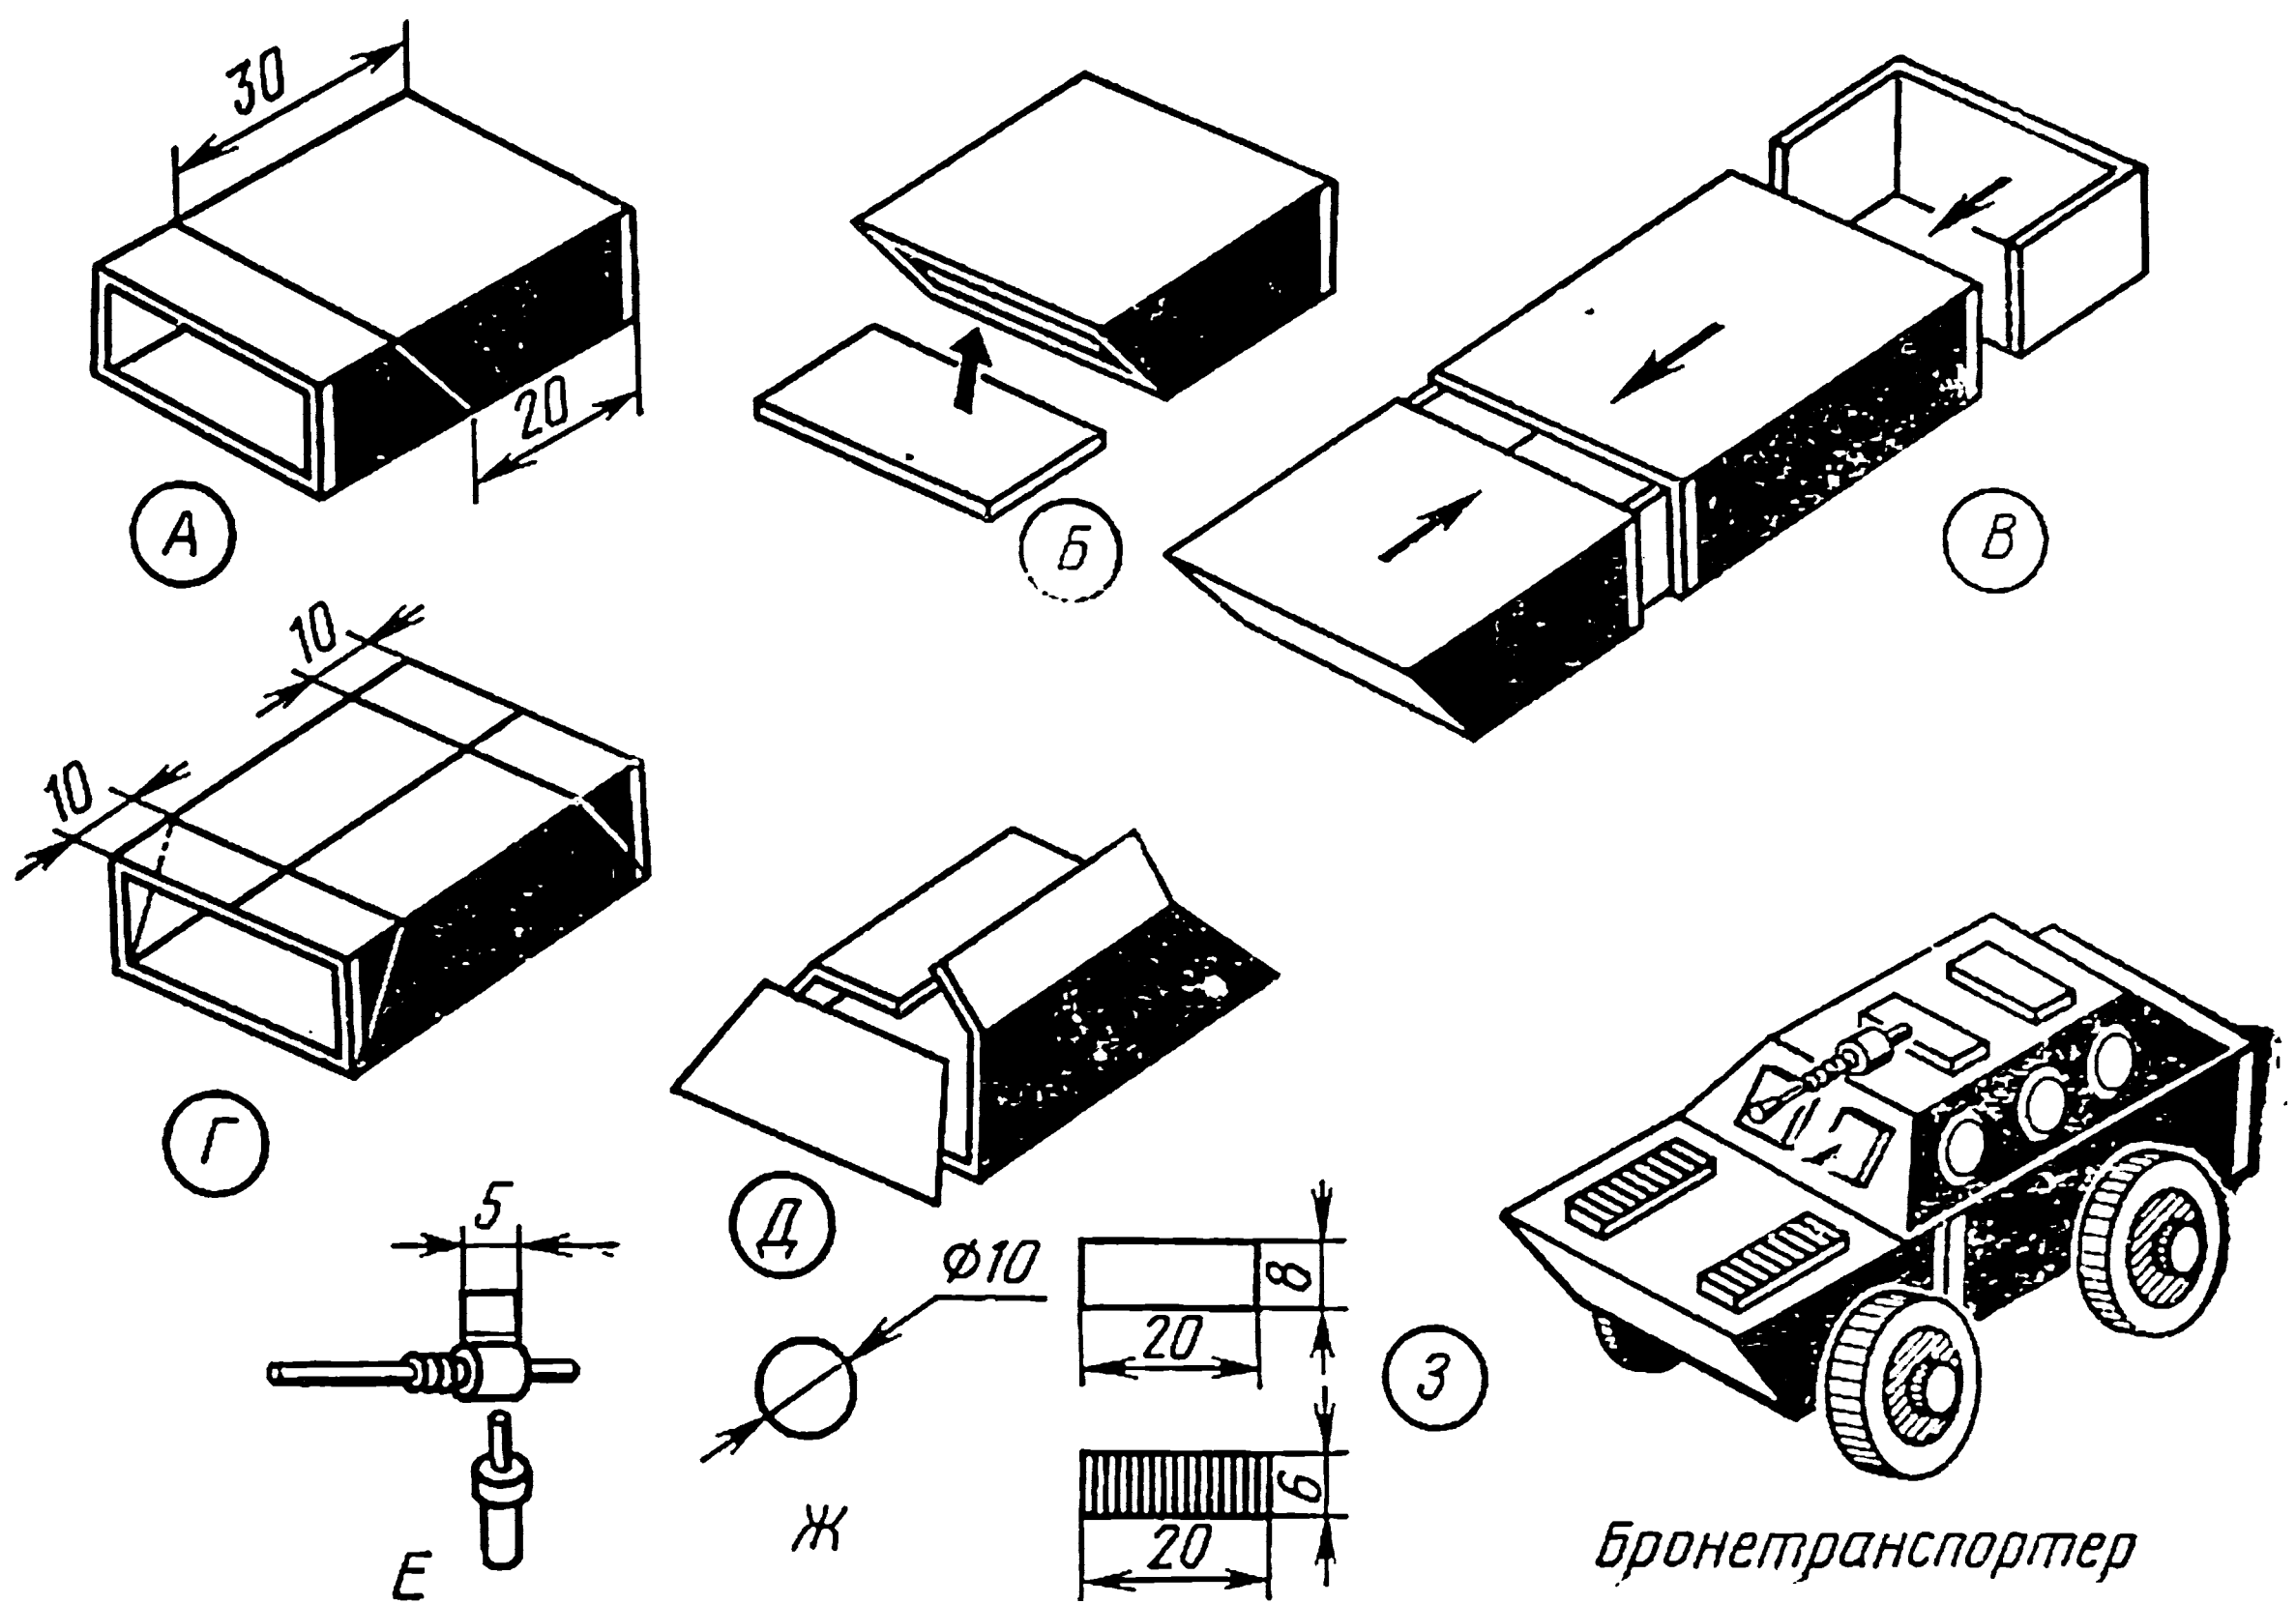

Рис. 62.
**Бронетранспортер** изготавливается почти так же, как и автомобиль (рис. 62). Отличие лишь в том, что коробки, предназначенные для капота (А и Б) и башни (Г и Д), необходимо срезать под определенным углом и на месте среза наклеить картонные детали.